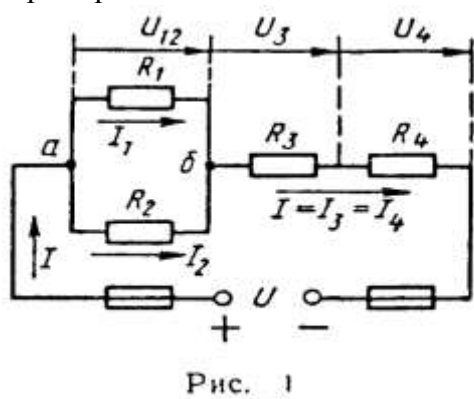

Рис. 1
Условие задачи. Цепь постоянного тока со смешанным соединением состоит из четырех резисторов. Заданы схема цепи (рис. 1), значения сопротивлений резисторов:
2) обозначим токи I_1, I_2, I_3, I_4 на (рис. 1) стрелками и определим их значения из формулы мощности:
Математическая запись для узла б схемы цепи рисунок 1: